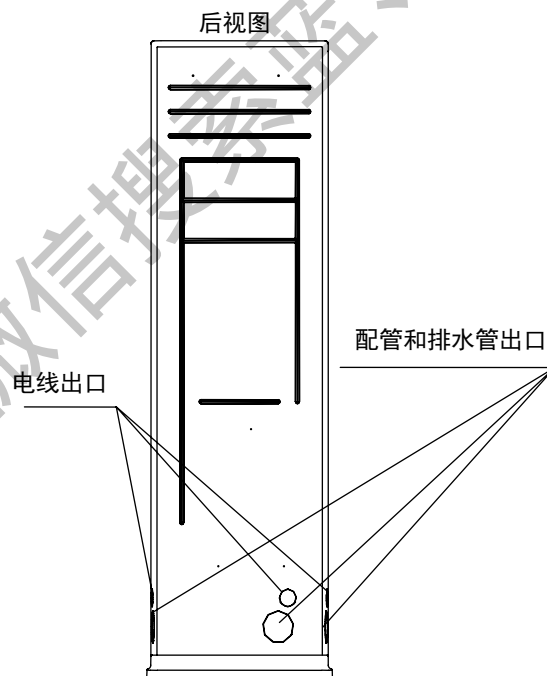

图 7
- 5、配管、排水管和电线可按三个方向（左、右、后）中之一进行连接（图 7）。